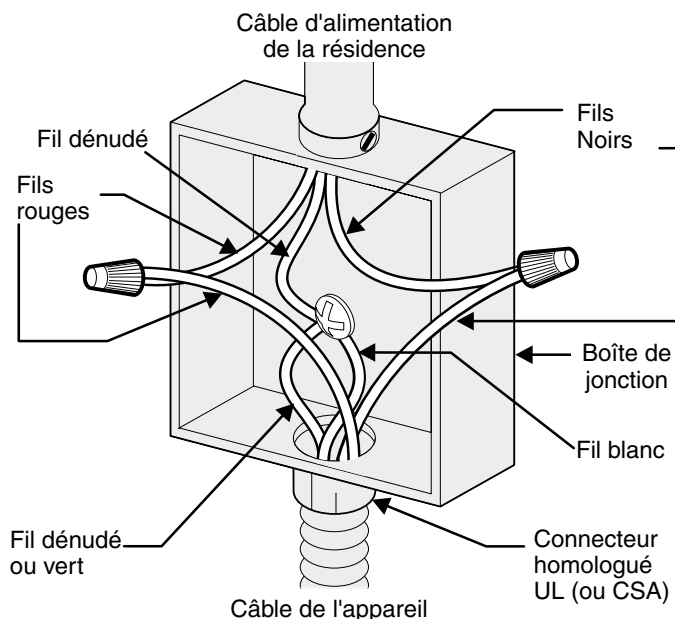

Figure 10
Si les codes locaux permettent le raccordement du conducteur de mise à la terre du châssis au fil neutre (blanc) de la boîte de jonction (voir figure 10):
3. Dans la boîte de jonction (figure 10):